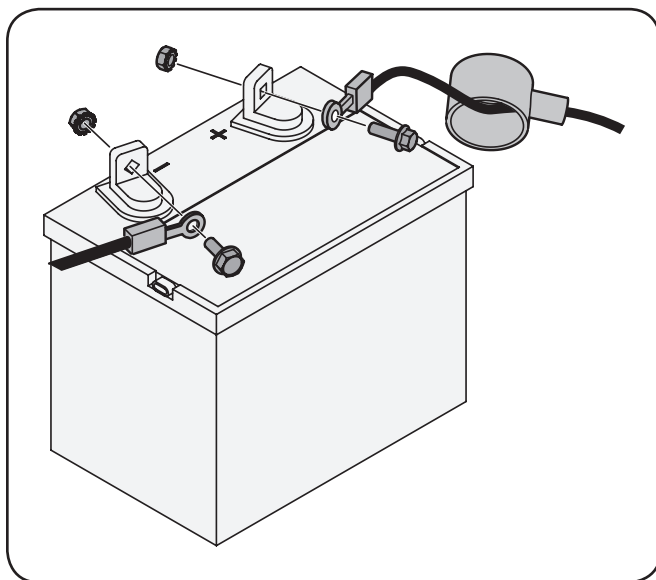

Figura 3-8
1. Retire la cubierta plástica, si es que está presente, del borne positivo de la batería y conecte el cable rojo al borne positivo de la batería (+) utilizando el perno y la tuerca hexagonal. Vea Figura 3-8.
2. Retire la cubierta plástica, si es que está presente, del borne negativo de la batería y conecte el cable negro al borne negativo de la batería (-) utilizando el perno y la tuerca hexagonal. Vea la Figura 3-8.